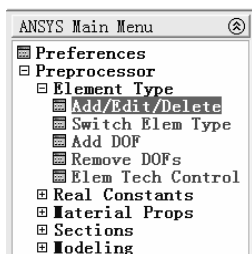
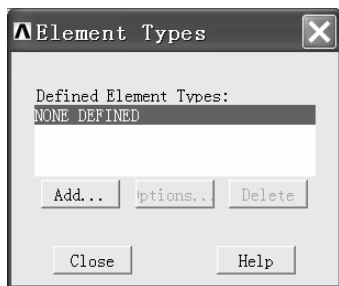

图 10-59 Main 菜单展开
图 10-60 “Element Types” 窗口
(1) 依次选择 Main Menu>Preprocessor>Element Type>Add/Edit/Delete, 即先单击 Main 菜单下的“Preprocessor”, 再依次单击“Element Type”→“Add/Edit/Delete”(见图 10-59), 弹出“Element Types”窗口(见图 10-60)。